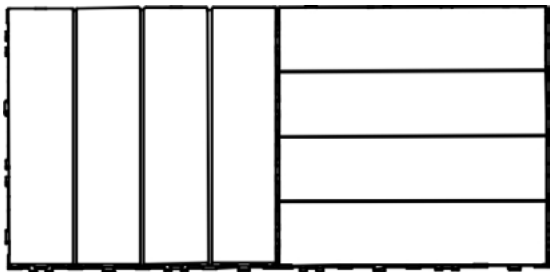

图 8
- 1 如图 8 所示,1 只手压住 1 块地板,另 1 只手将相邻地板向上抬起。